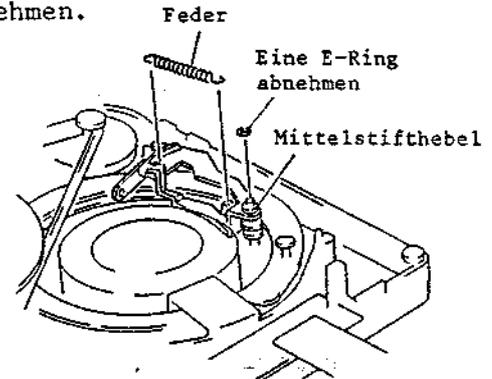

Abb. 2-85 Ausbau des Mittelstifthebels
3-35 Ausbau des Mittelstifthebels (Abb. 2-85)
- Die zwischen dem Mittelstifthebel und dem Chassis angeordnete Feder abnehmen (siehe Abb. 2-85).
- Einen (1) E-Ring, mit dem der Mittelstifthebel befestigt ist, abnehmen.
12. Den Mittelstifthebel ausbauen (siehe Abb. 2-85).